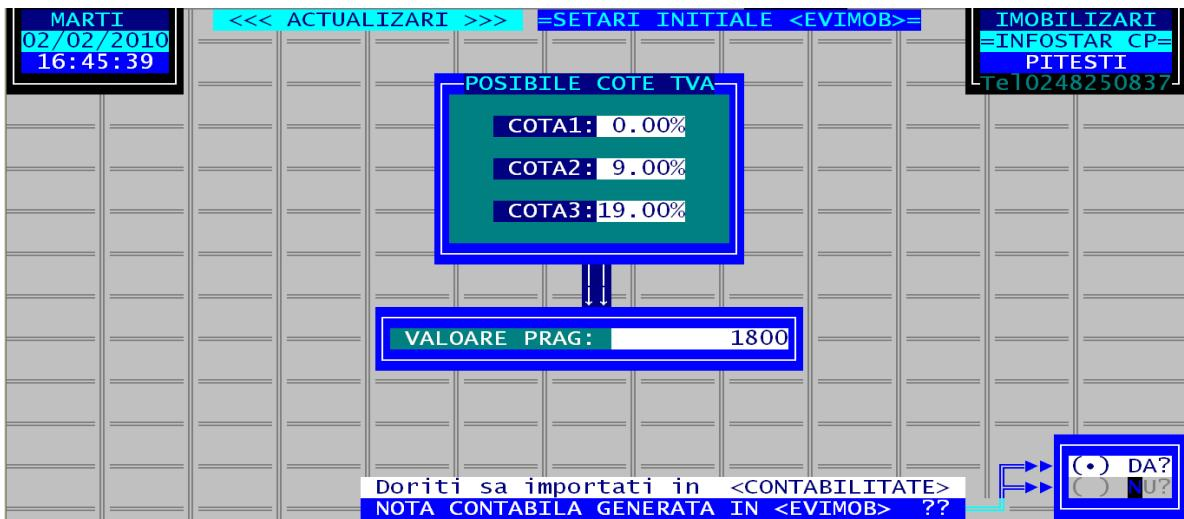

Fig. 11
- k) Import în EVCONT : Această ramură are două opțiuni : DA, care generează contări și posibilitatea de import a acestora în contabilitate și NU, care determină să nu mai apară contări și nu se mai poate face nici importul în contabilitate (vezi fig.11).